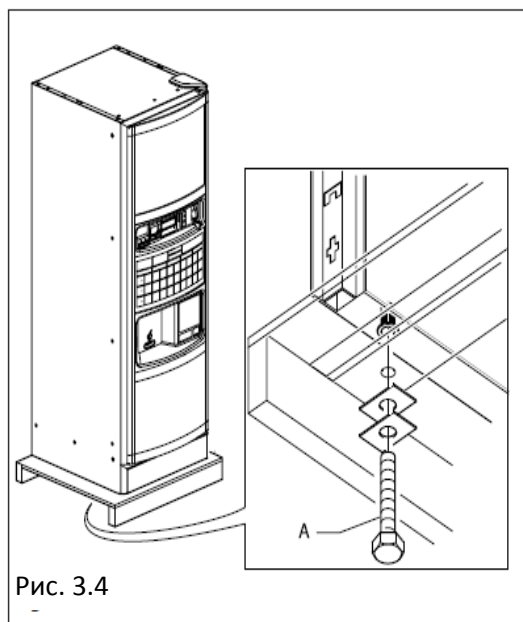

Рис. 3.4
- Снимите автомат с транспортировочного поддона, открутив винты (А), которые прикрепляют концы фиксирующих перекрещенных реек к поддону (Рис.3.4).